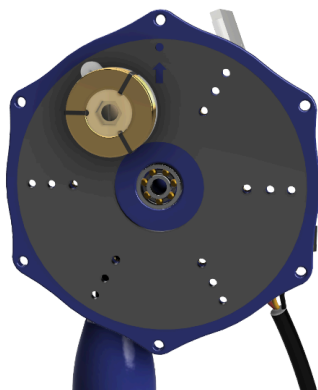

Figura 14. Disco estator con la primera bobina ubicada correctamente.
- El agujero interno, el más grande, es el punto de fijación de la bobina. Los dos externos de menor diámetro, sirven para pasar los alambres internos y externos de la bobina y posicionarla como se muestra en la Figura 14.